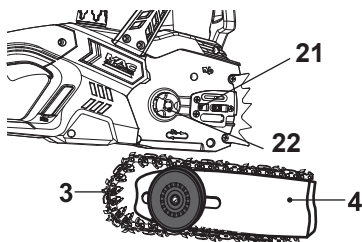

Fig. 5
- Alinhe o conjunto de lâmina (4) e corrente (3) com a roda dentada de acionamento (22) e o pino de suporte (21). Coloque a corrente em torno da roda dentada de acionamento e, em seguida, baixe a lâmina para instalar no pino de suporte (Fig. 5, 6).
- Certifique-se de que a corrente (3) está devidamente colocada na ranhura em torno da lâmina (4) antes de voltar a colocar a cobertura.